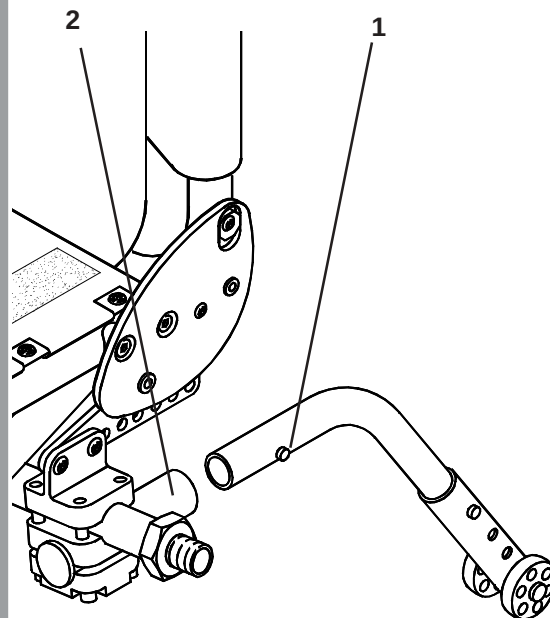

Fig. 20
Voor het plaatsen van het anti-tip systeem (Fig. 20), duwt u de ontgrendelpennetjes (1) in en steekt u de anti-tipbuis in de geleider (2). Voor het verwijderen van het anti-tip systeem duwt u de ontgrendelpennen in en schuift u de buizen uit de geleider. In sommige gevallen kan het verstandig zijn het anti-tip systeem 180° te draaien, druk de ontgrendelpennetjes in en draai de buizen 180°, zodat de vergrendelpennetjes in positie kunnen 'klikken'. In Fig.20 is, voor de duidelijkheid van de tekening, het achterwiel weggelaten.